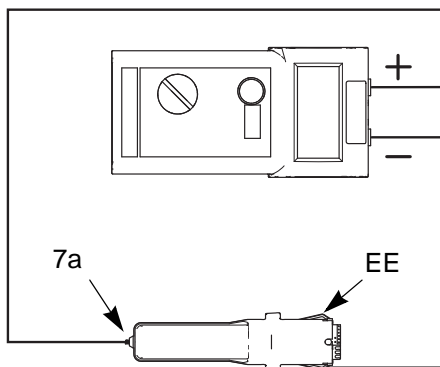

FIG. 15. Widerstand des Hochspannungserzeugers testen
1. Den Hochspannungserzeuger (7) entfernen. Für weitere Informationen hierzu siehe **Hochspannungserzeuger entfernen und ersetzen** auf Seite 33.
2. Die Turbine (8) vom Hochspannungserzeuger abnehmen. Siehe hierzu **Turbine ausbauen und einbauen** auf Seite 34.
3. Den Widerstand zwischen den Massebändern (EE) des Hochspannungserzeugers und der Feder (7a) messen. Der Wert sollte bei 85-kV-Pistolen betragen zwischen 130 und 160 Megaohm. Siehe hierzu FIGURE 15.